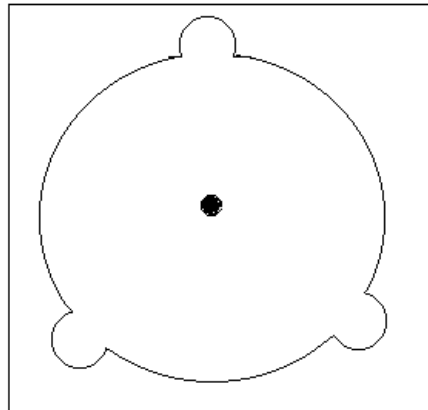

Figura 31
1) Realice el agujero con la plantilla, guiándose del punto central rojo. (Figura 31)